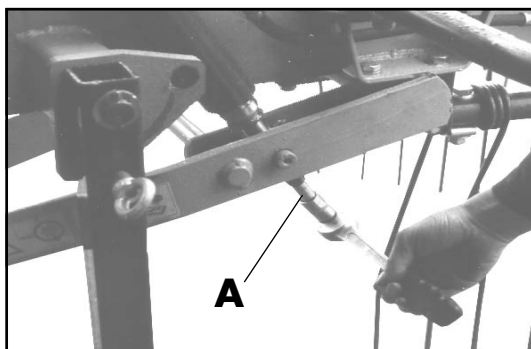
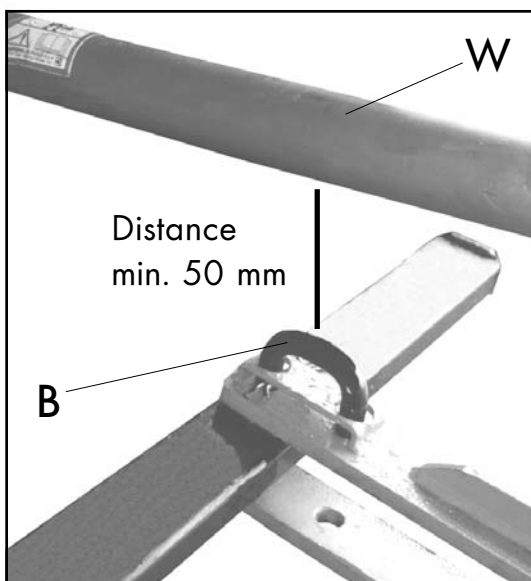

Fig. 4-8
Fig. 4-9
Il faut régler le timon de façon à ce que la machine soit toujours légèrement inclinée vers l'avant. Le réglage se fait à l'aide de la broche de réglage « A » (fig. 4-8). Il faut veiller à ce que la distance minimum entre le boulon « B » et l'arbre à cardan « W » ne soit jamais inférieure à 50 mm (fig. 4-9).
- En cas de connexion et déconnexion d'une machine sans bras inférieur hydraulique, le soulagement du timon est réalisé par la broche de réglage « A » (fig. 4-8).